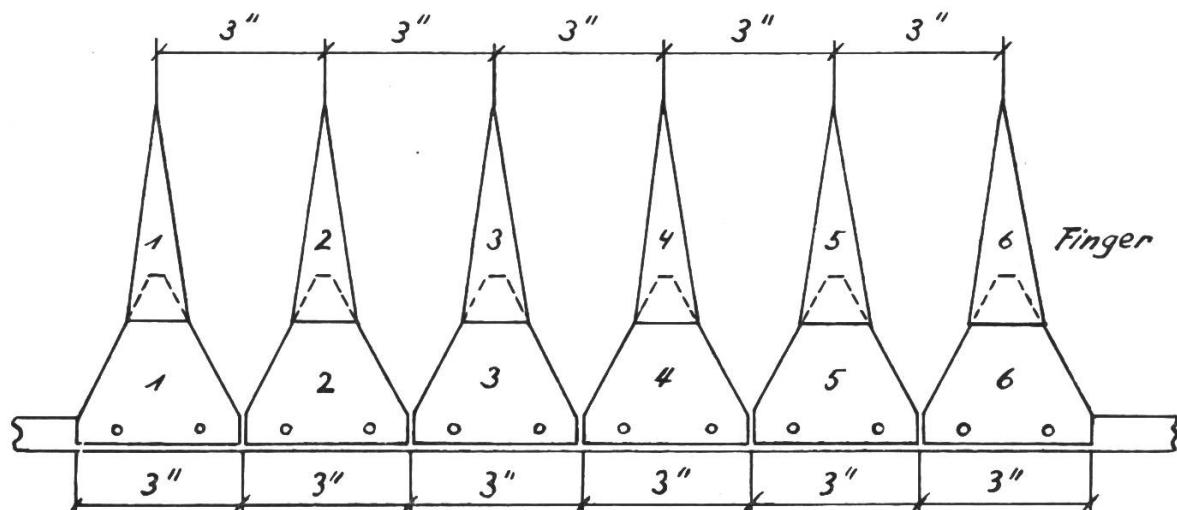

Abb. 1
3. Klinge auf dem 3. Finger usw. (siehe Abb. 1).